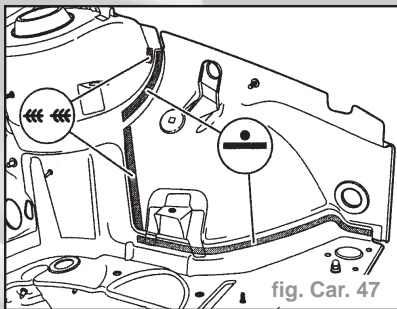

fig. Car. 47
- Souder le passage de roue à la pointeuse électrique (fig. Car. 47)